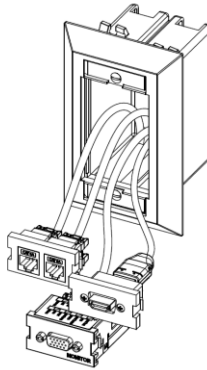

Figure 4
4. Once all connectors and bulkheads are snapped into the insert **(Figure 4)**, snap it into the MOS Wallplate.
4. Une fois les connecteurs et modules dans leurs cadres **(figure 4)**, enclencher ces derniers dans la plaque.